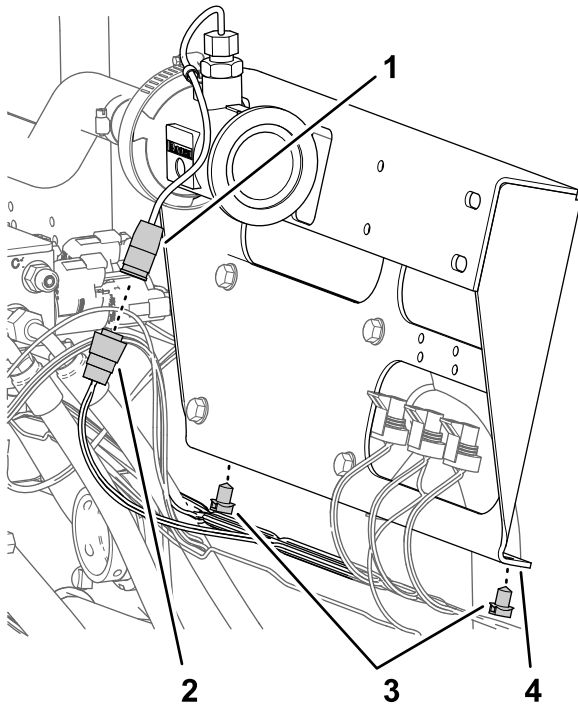

Figura 72
1. Desconecte el conector hembra de 3 vías del arnés de cables de la máquina marcado FLOW METER del conector de 3 pines del caudalímetro (Figura 72).
2. Retire las 2 grapas del arnés de cables de la máquina de la pestaña inferior del panel de las válvulas de sección (Figura 72).